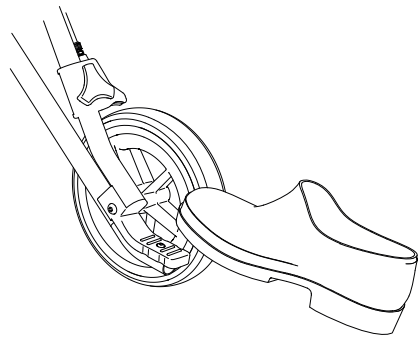

Abb. 4
2. Drücken Sie mit der Fußspitze leicht auf die Ankipphilfe (Abb. 4). Die vorderen Räder des Rollators werden dadurch leicht angehoben.